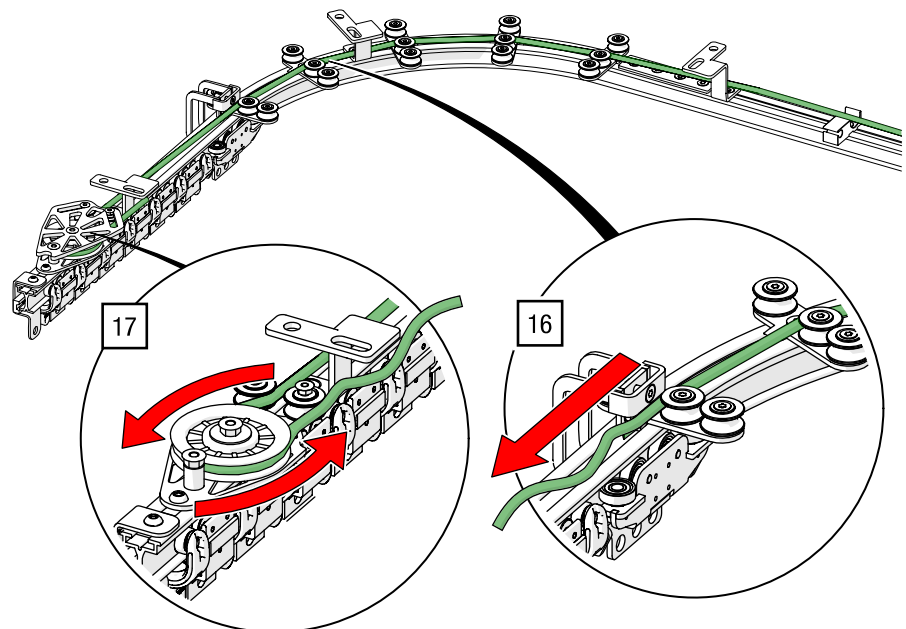

Abb. 98: Obenliegende Seilführung – Seilende durch die Umlenkrolle in den Zugwagen führen (Darstellung der Umlenkrolle ohne Deckblech)
16. Führen Sie das Seilende durch die folgenden Seilführungen (siehe Abb. 98).
17. Führen Sie das Seilende an der Innenseite der Leitrollen durch die Umlenkrolle (siehe Abb. 98).